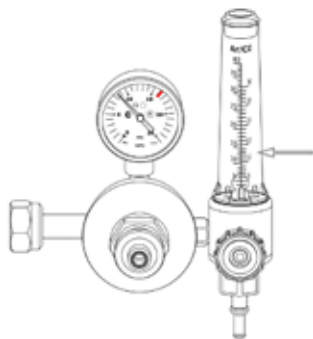

Рис. 8.3. Расход защитного газа.
8. С помощью редуктора (См. рис. 8.3) установите необходимый расход защитного газа (от 4 до 30 л/мин в зависимости от выполняемых задач или см. табл. 10.3).